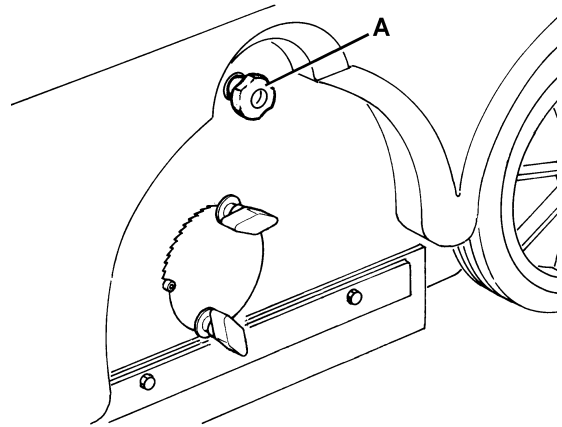
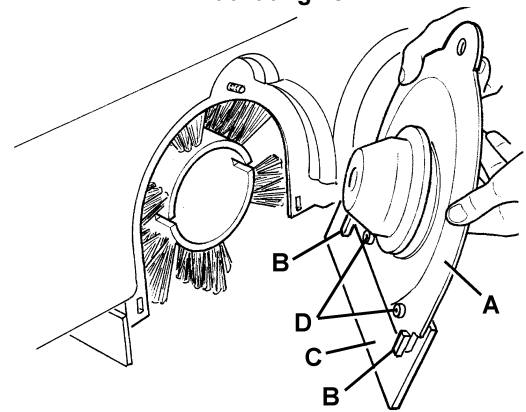

Abbildung 18
Abbildung 19
5. Die Haube (7) heben, den Knopf (A, Abb. 18) lösen und den linken Deckel (A, Abb. 19) der Hauptkehrwalze durch Drücken nach unten entfernen, um die Befestiger (B) auszuklinken.
6. Die Höhe des linken Flaps (C, Abb. 19) durch die Langlöcher (D) einstellen.
17. Falls nötig, die Höhe der Flaps durch die Langlöcher (C und D, Abb. 19) einstellen.